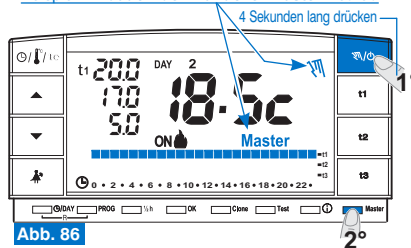

Abb. 86
- Am MASTER-Thermostat drücken Sie die Taste "☼/⊕" (für ca. 4 Sek.). Befindet siehe das Gerät im permanenten Handbetrieb, wird das Symbol "☼" angezeigt (Details finden Sie in Abschnitt 7.1 B) (Beispiel in Abb. 86). Die Taste "Master" kurz drücken: auf dem Display erscheint das Wort **Master**.